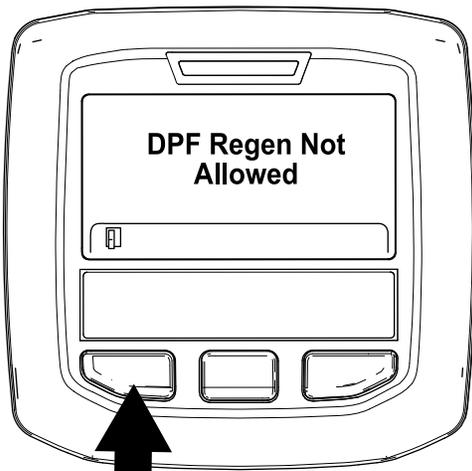

Figura 41
- Se il processo di rigenerazione non è consentito dal computer del motore, viene visualizzato il messaggio "DPF Regen Not Allowed" (Rigen. FAP non consentita) nell'InfoCenter (Figura 41). Premete il pulsante sinistro per uscire e tornare alla schermata Home.